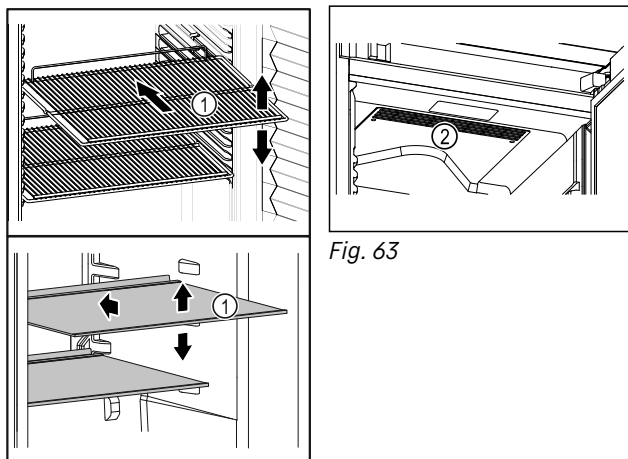

Fig. 62 Ilustrační zobrazení
- ❑ Pokud jsou odstavňové plochy Fig. 62 (1) přemístitelné, přizpůsobte je vždy na danou výšku.